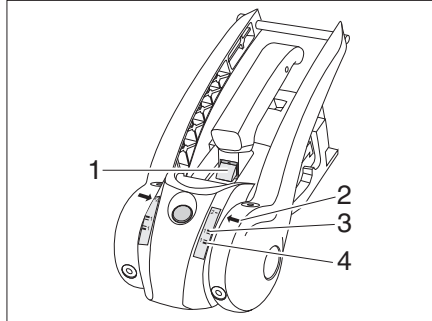

Bild 152 Förslitningskontroll friktionsbeläggning
- När den gröna markeringen syns (Bild 152,1) är friktionsbeläggen fram och bak fortfarande OK. Om den gröna markeringen inte längre syns måste friktionsbeläggen bytas.
- Är pilen (Bild 152,2) under Softdock-markeringen 1-grön (Bild 152,4) är friktionsbeläggen till höger och vänster OK. Är pilen (Bild 152,2) över Softdock-markeringen 1-röd (Bild 152,3) måste friktionsbeläggen bytas.
- Om den gröna markeringen syns (Bild 152,1) är kopplingskulan OK. Om den gröna markeringen inte längre syns är kopplingskulans diameter < 49 mm och kopplingskulan måste bytas.